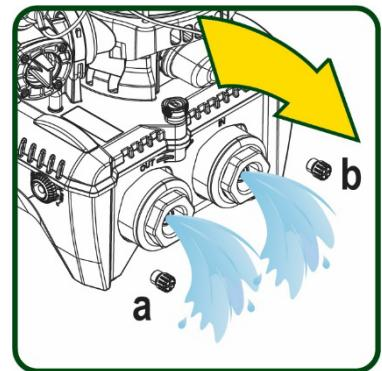

Abbildung 20
5. Entfernen Sie die beiden Abflusstopfen am Dock und lassen Sie das Wasser im Inneren (etwa 11 Liter) aus beiden ablaufen; Abb.20.